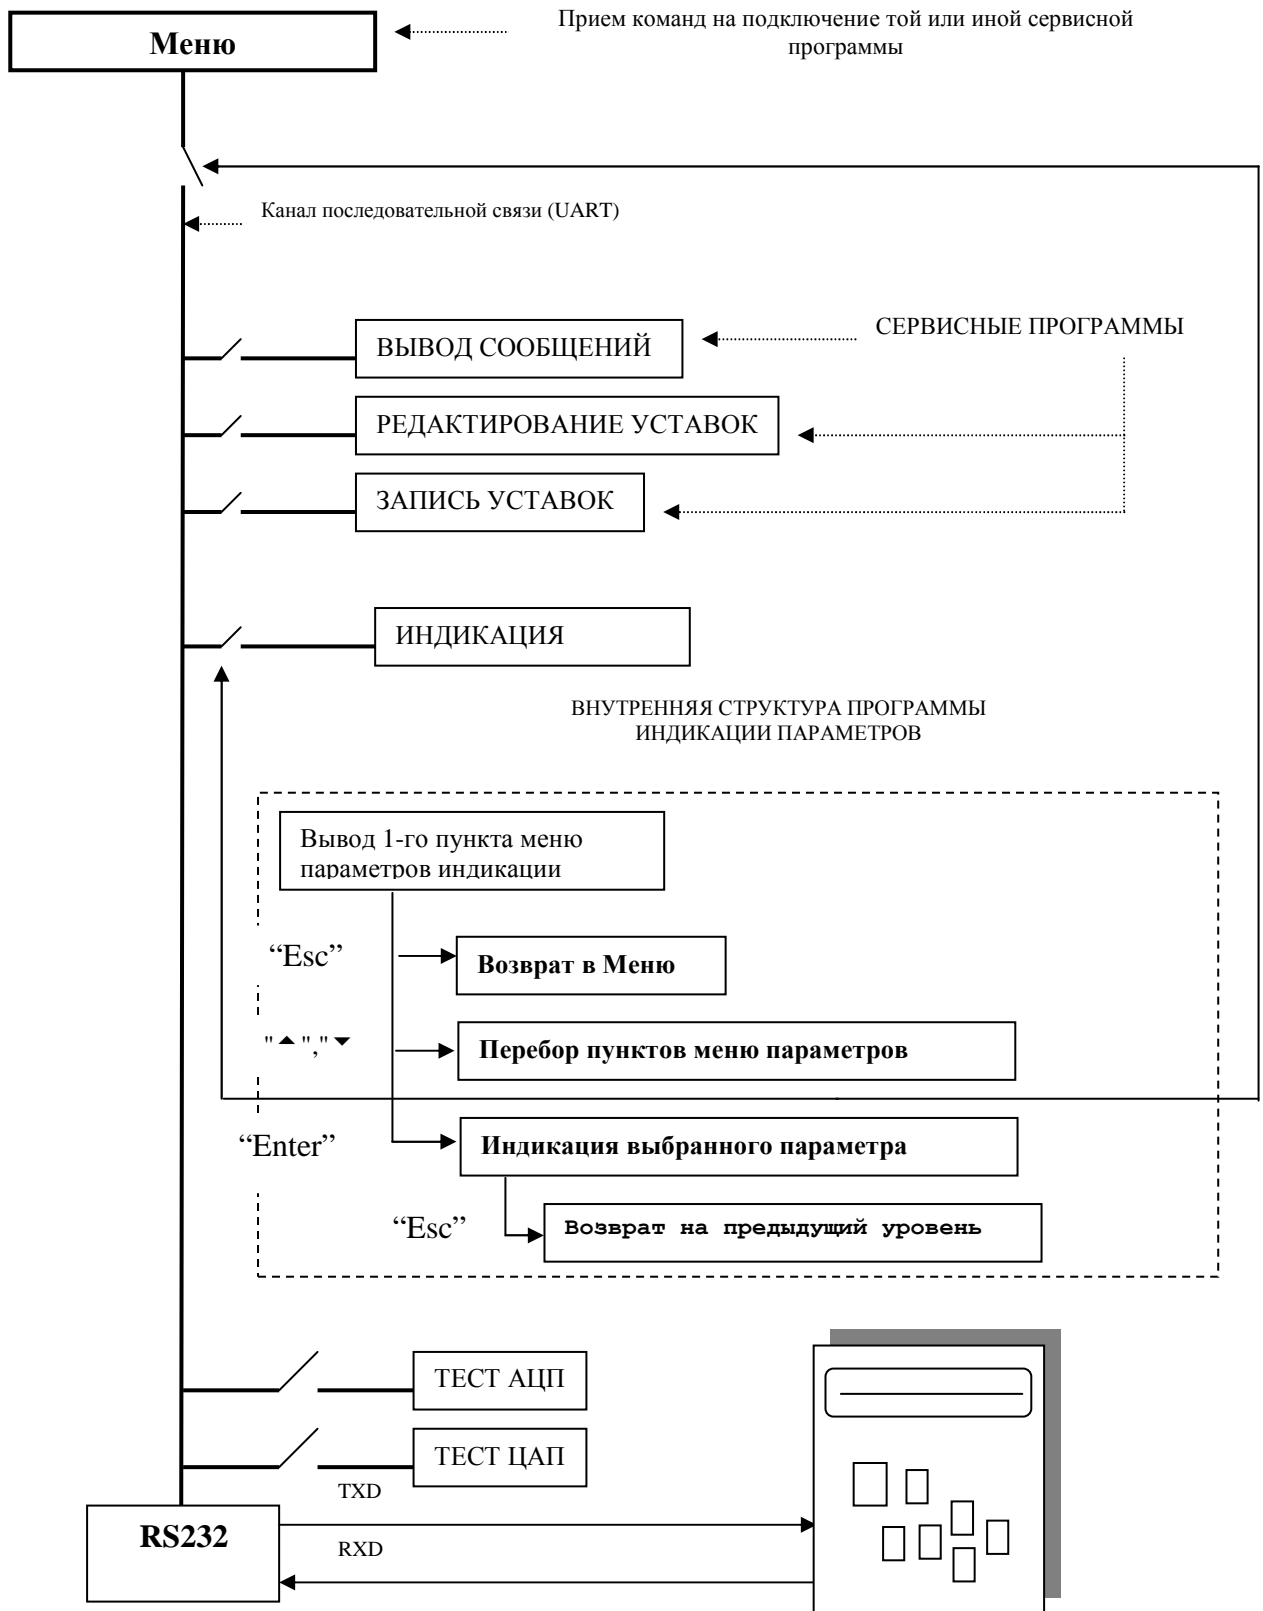

Рисунок 3.1
3.9 Каждая сервисная программа имеет один или несколько внутренних вложенных уровней иерархии, как показано на примере программы индикации параметров систем измерения, регулирования и защит (рисунок 3.1).